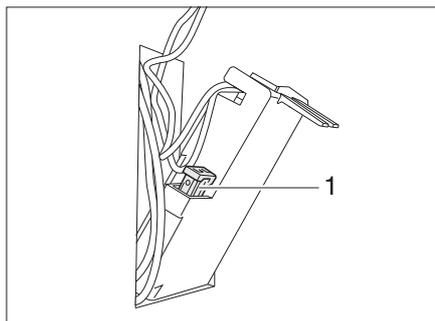

Bild 207 Sicherung der Thetford-Toilette
- Die Sicherung (Bild 207,1) wechseln.